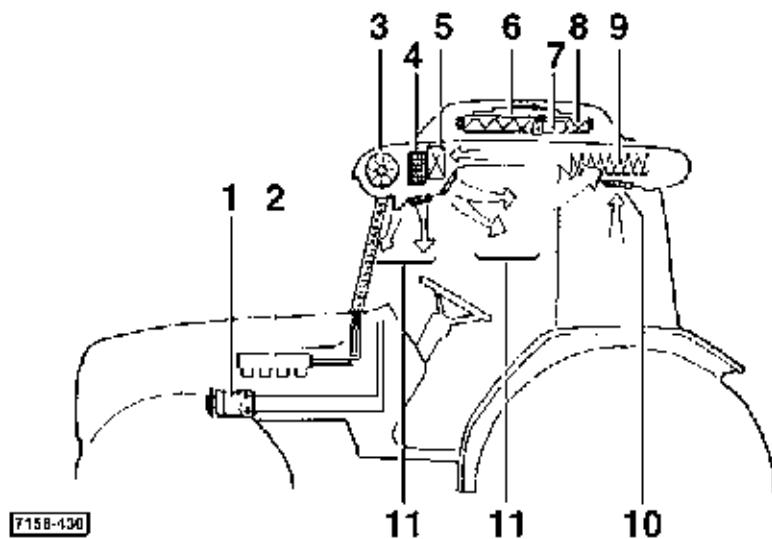

Fig. 56 - Configuration de l'installation de ventilation, chauffage et conditionnement
- un refroidissement plus rapide s'obtient avec l'installation réglée sur renouvellement d'air maximum (diffuseurs rep.10 Fig. 56 complètement ouverts).